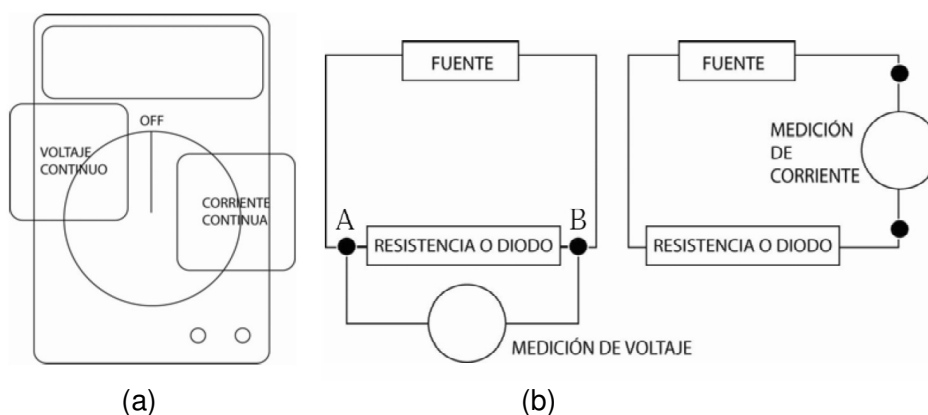

Figura 3: (a) Ejemplo de multímetro. (b) Configuraciones para conectar el multímetro como Voltímetro (izquierda) y Amperímetro (derecha).
Sirve para medir tanto corriente como voltaje (figura 3.a). En cada caso es necesario seleccionar el modo correcto (preguntar al docente), seleccionar la escala (pensar en cada caso qué escala utilizar y en base a eso cuál es el error de cada medición) y conectar correctamente los cables según vayan a medir corriente o voltaje.
- **Voltaje (Voltímetro):** Se mide la diferencia de potencial entre dos puntos (A y B) del circuito que no necesariamente deben ser adyacentes ni cercanos. Para ello se debe conectar el multímetro "en paralelo" como indica la figura 3.b (izquierda). La resistencia interna de un voltímetro es muy grande de tal forma que la corriente que se desvía por esa rama es despreciable y la presencia del voltímetro no modifica el circuito. (¿Cómo sería un voltímetro ideal?)
- **Corriente (Amperímetro):** se mide la corriente que pasa por una rama del circuito. Para ello se debe conectar el multímetro "en serie" como indica la figura 3.b (derecha). Con el fin de no modificar el circuito el amperímetro posee una resistencia interna muy pequeña, de tal manera que no hay una diferencia de potencial apreciable entre sus terminales.